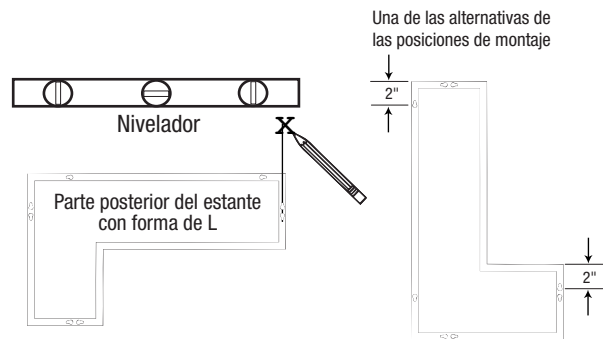

Figura 1
**PASO 1:** Seleccione las áreas de instalación y marque las ubicaciones de los ojos de la cerradura sobre la pared a la distancia correcta. Utilice un nivelador para asegurar que los estantes estén derechos, como se muestra en la **Figura 1**.